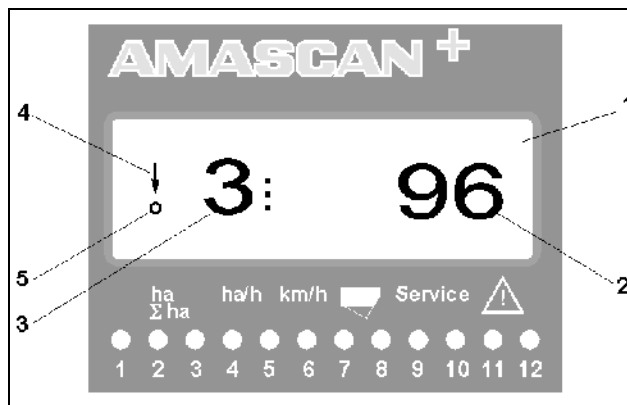

Fig. 4
Estando la sembradora monograno en estado operativo, la pantalla de 6 líneas (Fig. 4/1) visualiza los siguientes datos:
- a la derecha: la cantidad actual [granos/ha]/1000 (Fig. 4/2).
- a la izquierda (Fig. 4/3) la indicación cambia (cifras 1, 2, 3, etc.) automáticamente cada 5 segundos. Aparece entonces el número del cuerpo de siembra que está siendo monitorizado en el momento actual.
- la flecha vertical (Fig. 4/4) y el círculo que parpadea debajo (Fig. 4/5), apenas el sensor de movimientos (sensor "X") transmite impulsos al **AMASCAN⁺**.